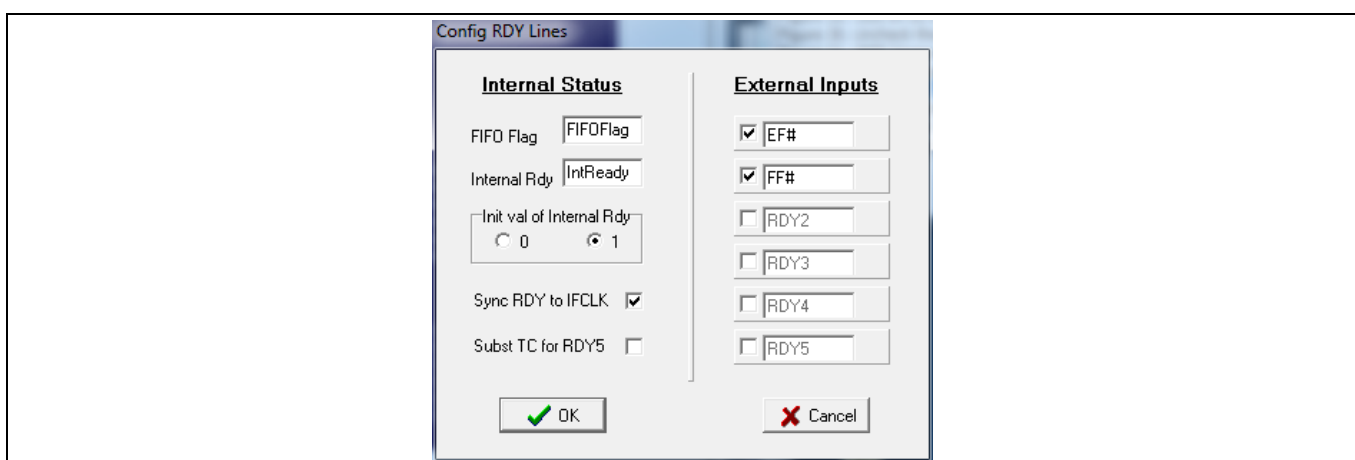

Figure 33 RDY ピンのコンフィギュレーション
6. **RDY** ラベルを右クリックし、**Figure 33** のように RDY 信号を設定します。